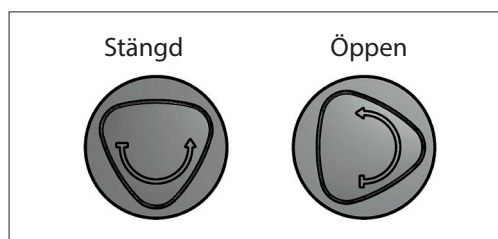
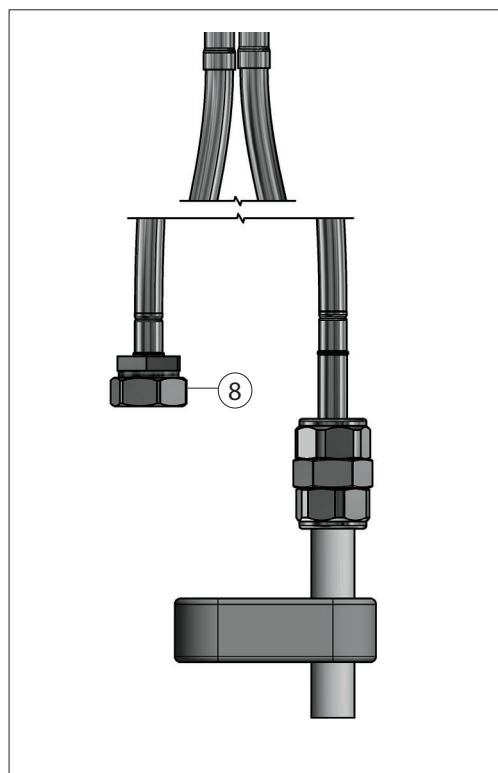

Bild 2
Bild 3
- Demontera mutter (3).
- Trä på en av de två packningarna (2).
- För ner avstängningsventilen (1) i hålet.
- Trä på undre packning (2) och mutter (3) underifrån, skruva åt löst.
- Tryck på vredet (4). Justera hela avstängningsventilen (1) i önskad position, se bild 2. Avstängningen levereras i stängt läge. Skruva åt muttern (3) ordentligt så att avstängningen sitter stadigt.
- Anslut inkommande vatten till 10 mm slät ända (5). Stödhylsa krävs ej.
- Anslut disk- eller tvättmaskin till G15 (6).
- OBS! Röret (Cu/Pex) klamras **under** kopplingen (7).
Obs. Vid borttagning av disk- eller tvättmaskin måste avstängningens anslutning proppas med ett lock G15 (8), se bild 3.